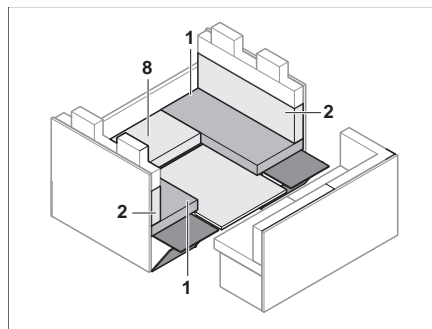

Fig. 137 Pendant la transformation
- Enlever le coussin d'assise (Fig. 137,8) et le soubassement.